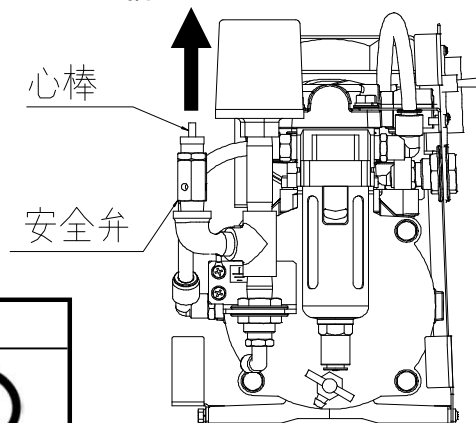

図1
- (1) 本体の左側の樹脂カバーを止めているネジをプラスドライバーで外して、樹脂カバーを外してください。
- (2) ワンタッチ管継手のブッシュを右手の親指で押し上げながら、左手でナイロンチューブを引っ張って外してください(図1)
- (3) ケースのラッチを右手または左手の親指で押し下げながら、右手でフィルタを掴み反時計回りに45°ほど回すと自然にケースが外れます(図1)